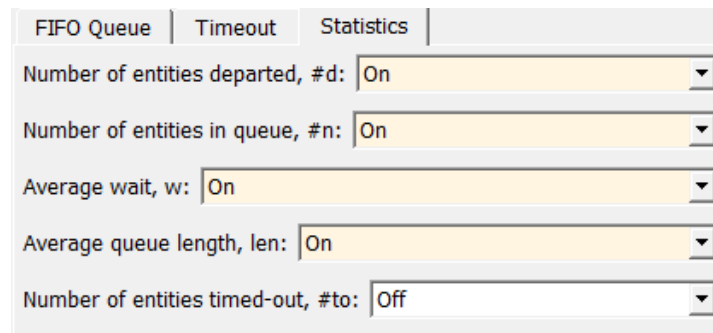

Рис. 11.
2) На вкладке Statistics ставим On для параметров, которые мы будем отслеживать: Number of entity departed (число покинувших очередь заявок), Number of entities in queue (число заявок в очереди), Average wait (среднее время ожидания), Average queue length (средняя длина очереди) – рис. 11.